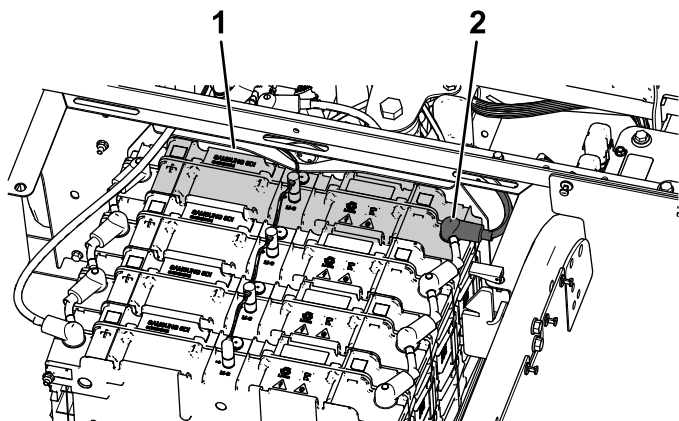

Figura 41
1. Îndepărtați capacul bornei negative (–) a bateriei de la bateria față (Figura 41).